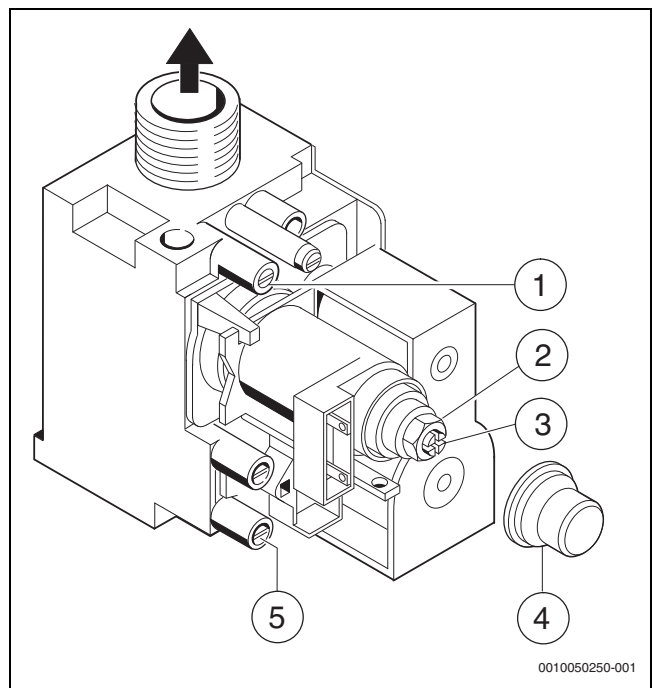

Bild 38 Gasarmatur
- Dichtschaube am Mess-Stutzen für Düsendruck (→ Bild 38, [1]) lösen und U-Rohrmanometer anschließen.
- Abdeckung (→ Bild 38, [4]) entfernen.
- Für „min“ angegebenen Düsendruck (mbar) aus Tabelle Seite 47 entnehmen. Düsendruck über Einstellschraube min. Gasmenge (→ Bild 38, [3]) einstellen.
- Dichtschaube am Mess-Stutzen für Gas-Anschlussfließdruck (→ Bild 38, [5]) lösen und Druckmessgerät anschließen.
- ▶ Abdeckung (→ Bild 38, [4]) entfernen.
- ▶ Für „min“ angegebenen Düsendruck (mbar) aus Tabelle Seite 47 entnehmen. Düsendruck über Einstellschraube min. Gasmenge (→ Bild 38, [3]) einstellen.